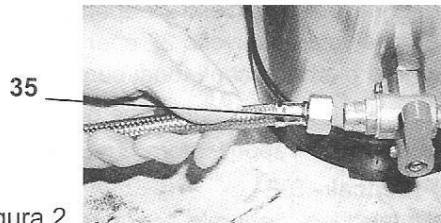

Figura 2
2. Połączyć wąż 35 zasilający pompę wewnętrzną z zaworem spustowym zmiękczacza (figura 2).